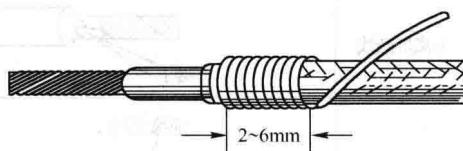

图1-7 用镀银铜线制作地线
① 用镀银铜线制作地线。如果屏蔽导线较粗、较硬时，应先剪出适当长度的屏蔽层，在剥离出的屏蔽层下面缠2～3层的黄蜡绸布，然后在屏蔽层端头上密绕镀银铜线，宽度为2～6mm，如图1-7所示。在完成绕制后，将铜线与屏蔽层焊接牢固（应焊一圈）。注意在焊接时应掌握时间，以免时间过长烫坏绝缘层。将镀银铜线空绕一圈并留出一定长度用做接地，最后套上收缩套管。